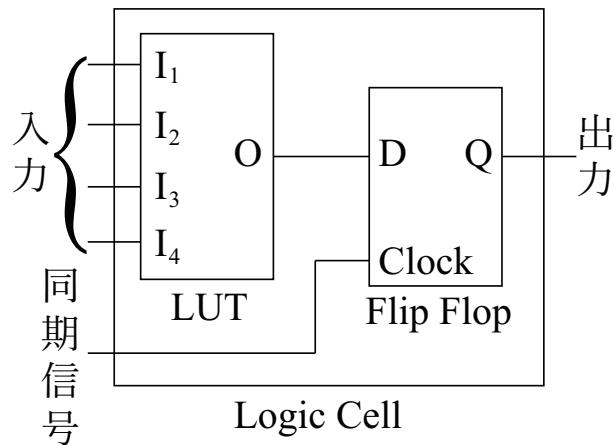
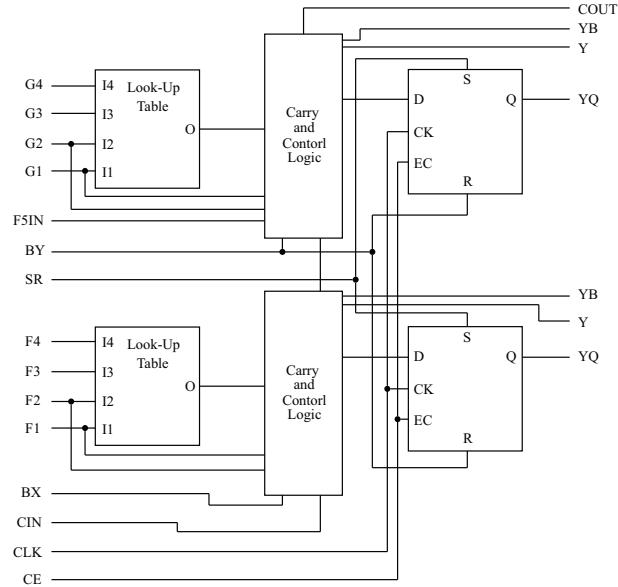

図 1: Logic Cell の基本的な構成 [1]
図 3: CLB のスライスの構成
FPGA の特徴である Logic Cell (LC) について説明する [1]。基本的な LC は図 1 のように Look-Up Table (LUT) と、フリップフロップ (Flip Flop) から構成される。この例では、LC の入力は $I_1 \sim I_4$ 、出力は Q である。まず LUT であるが、 $I_1 \sim I_4$ を入力した時の LUT の出力 O はプログラムによって自由に設定可能で、任意の関数を実現できる。表 1 は 4 入力 OR を実現した時の LUT である。LUT の出力 O はフリップフロップに入力され、値を保持する。そして、同期信号が high (1) になった時に保持した値 Q を出力する。
XC2S15 では、2.3 で述べた Logic Cell (LC) を 4 つ持つ CLB が基本ユニットであり、LC を単独で用いるより大きな値を扱うことや複雑な演算をすることができる。1 つの CLB は図 3 に示すスライス 2 つから成り、1 つのスライスは LC を 2 つ持つ。図 3 の上下に 1 つずつある LC は、図 1 のものとは異なり、LUT とフリップフロップの間に Carry and Control Logic を持つ。これにより、加算器として使用することや、上下 2 つのユニット間で信号選択ができる。